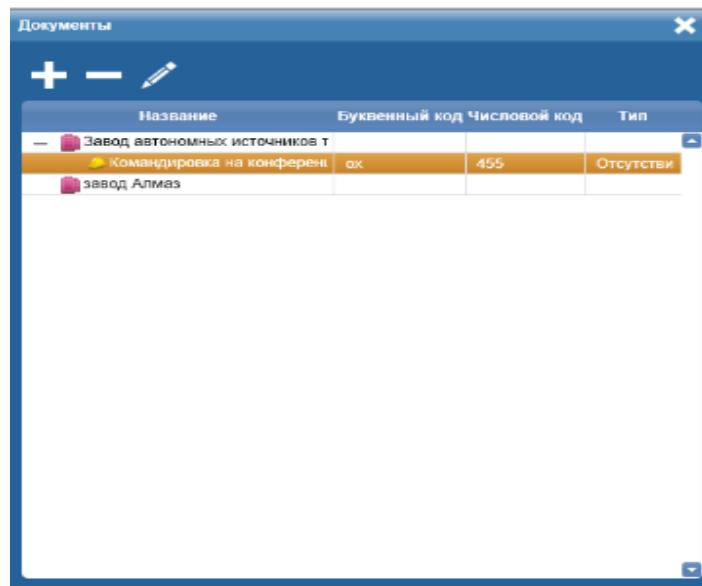

Рисунок 50. Окно **Документы**
- 2) В отобразившемся окне **Документы** (Рис. 50) выбрать организацию, для которой необходимо добавить новый тип оправдательного документа,
- 2) В отобразившемся окне **Документы** (Рис. 50) выбрать документ, который необходимо удалить,